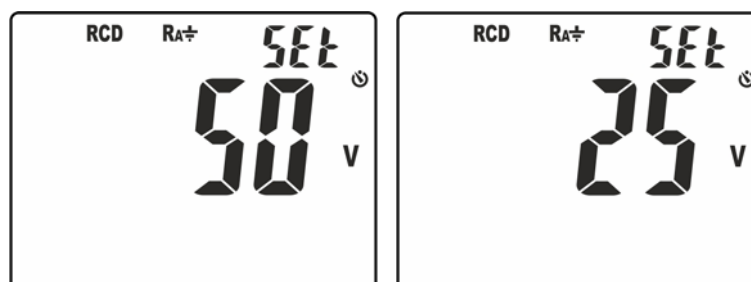

Fig. 5: Configuration de la limite sur la tension de contact
2. En maintenant la touche **▼/⚡** enfoncée, allumer l'instrument en tournant le sélecteur. La page-écran de la Fig. 5 – partie gauche s'affiche à l'écran avec le symbole «Set» clignotant.